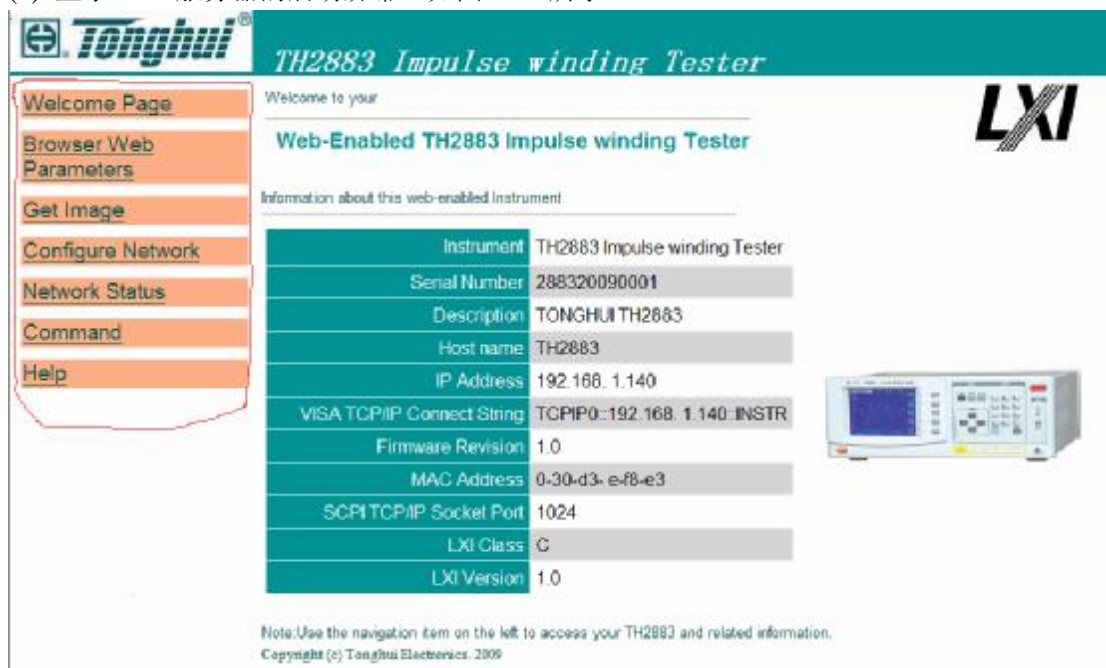

图 6-10 通过浏览器访问 TH2883
- (1) 启动 Internet Explorer。
- (2) 在地址字段键入 <http://192.168.1.140/>, 再按回车键。
- (3) 显示 Web 服务器的启动屏幕, 如图 6-10 所示。